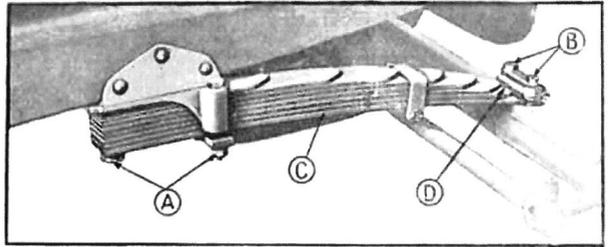

Fig. 276. — Ressort AV.
- 3—Relever les arrêteurs des boulons fixant le ressort hors d'usage sur l'essieu et sur le châssis (fig. 276).